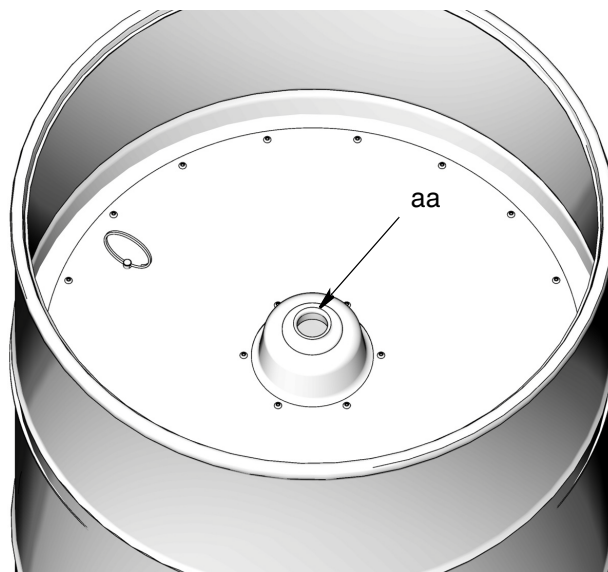

Рис. 26
6. Поместите упорную пластину (15) на поверхность свежей консистентной смазки (Рис. 26). Удалите воздух. Для этого нажимайте на упорную пластину до тех пор, пока поверхность консистентной смазки не окажется на одном уровне с отверстием посередине упорной пластины (aa).